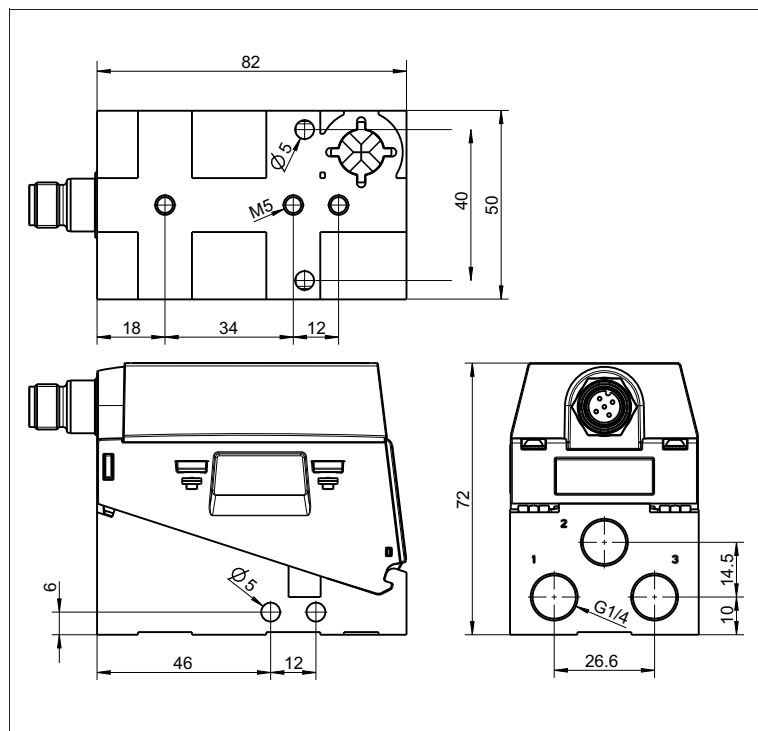

Fig. 4: Plan coté
- Les écartements de trous figurent sur le plan coté (voir fig. 4).